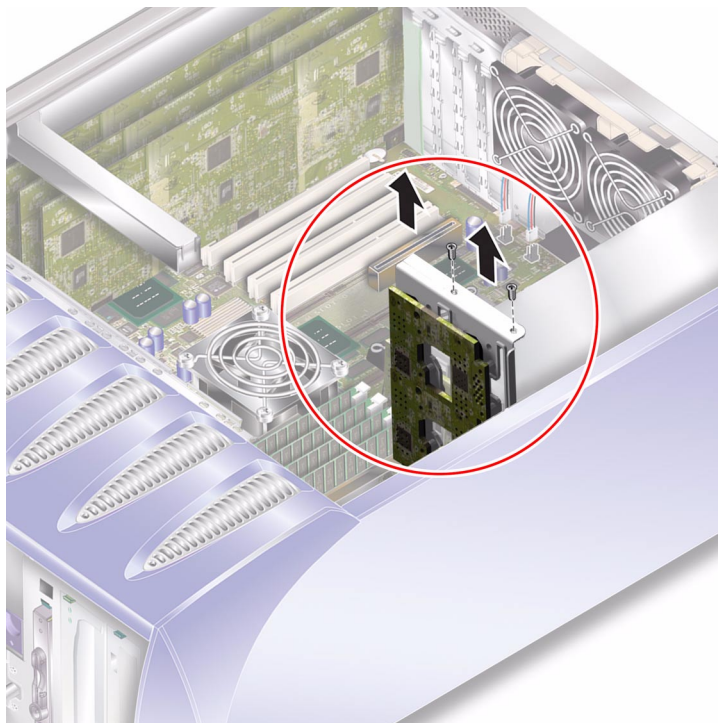

FIGURA 1-13 Rimozione della scheda di distribuzione dell'alimentazione17
10. Rimuovere la scheda di distribuzione dell'alimentazione e tutti i cavi. Vedere la FIGURA 1-13.